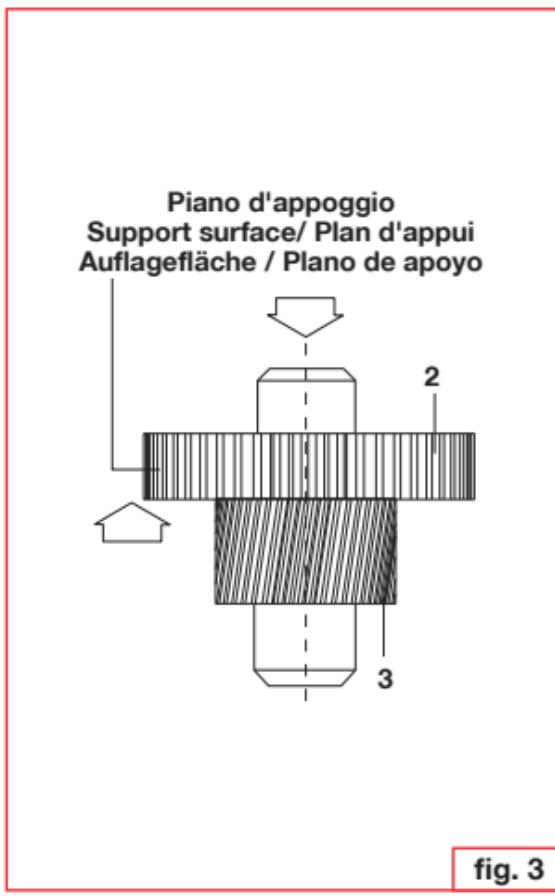

fig. 3
- Qualora sia necessario smontare delle ruote dentate piantate sull'albero con interferenza procedere come indicato in **fig. 3** avendo cura in fase di montaggio della nuova ruota dentata di inserirla centrando la perfettamente sull'albero per ottenere un piantaggio corretto.
- If you have to remove gear-wheels secured to the shaft with resistance, proceed as in **fig. 3**. When installing the new gear-wheel, take care to fit it by centering it perfectly on the shaft to ensure it is correctly secured.
- Au cas où il serait nécessaire de démonter des roues dentées plantées sur l'arbre avec interférence, procéder comme indiqué en **fig. 3**; lors de la phase de montage de la nouvelle roue dentée, prendre garde à l'insérer en la centrant parfaitement sur l'arbre pour la planter correctement.
- Falls es erforderlich sein sollte, die Zahnräder auszubauen, die im Übermaß an der Welle angebracht worden sind. Dazu bitte entsprechend den Anleitungen in **fig. 3** vorgehen. Während des Montagevorganges des neuen Zahnrades unbedingt darauf achten, dass dieses zentriert auf der
- Si fuese necesario desmontar las ruedas dentadas plantadas sobre el árbol con interferencia proceder como indicado en la **fig. 3**, poniendo atención durante la fase de montaje de la nueva rueda dentada para introducirla centrándola perfectamente sobre el árbol de modo de realizar